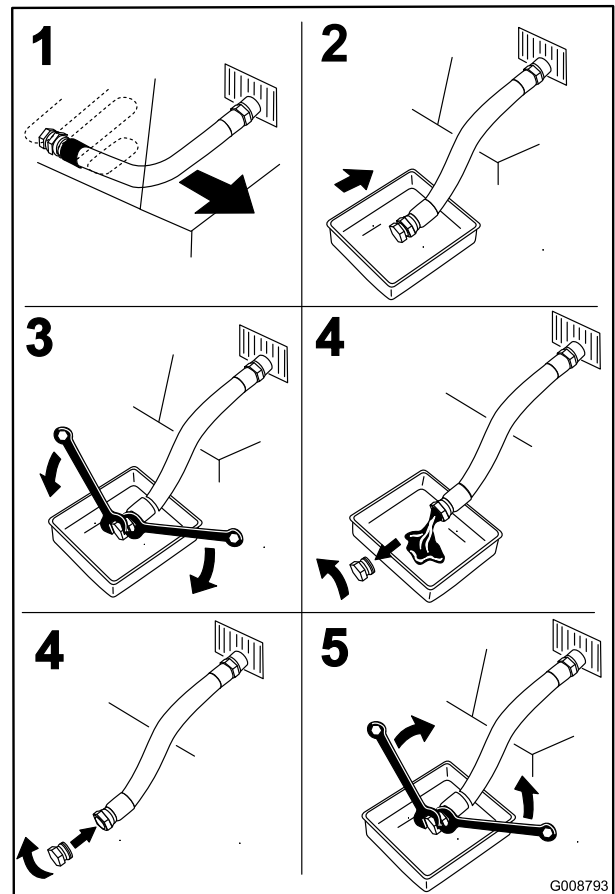

Figure 47
3. Avant de quitter la position de conduite, coupez le moteur, enlevez la clé de contact et attendez l'arrêt de toutes les pièces mobiles (Figure 47).